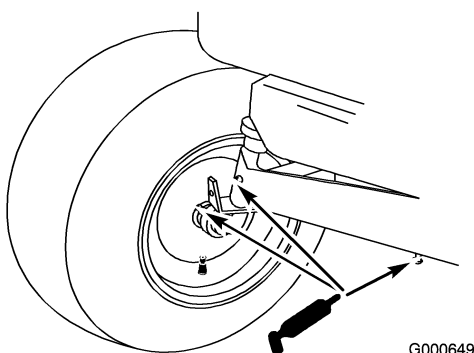

Bild 29
1. Fetten Sie die Vorderräder und Spindeln ein, bis das Fett beginnt, aus den Lagern auszutreten (Bild 29).
2. Fetten Sie das Gelenk an der Vorderachse ein (Bild 29).